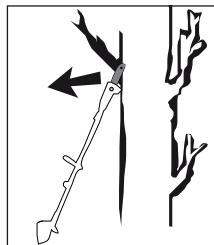

Fig. 2
- Reculul poate avea loc la atingerea vârfului lamei 16 de un obiect sau atunci când lemnul se curbează, iar lanțul de fierăstrău 17 se blochează în tăietură (a se vedea fig. 2).